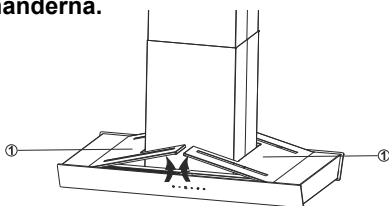

Fig. 13
Lyft och ta bort skyddet för den övre gruppen av lampor (1) (Fig. 13).
1. Ta bort de fyra fästskruvarna (1) för lampskyddet där lamporna är anslutna. Ta bort glödlampshållaren (2) (Fig. 13).
2. Installera en ny LED -lampa genom att följa proceduren i omvänd ordning (Fig. 13).